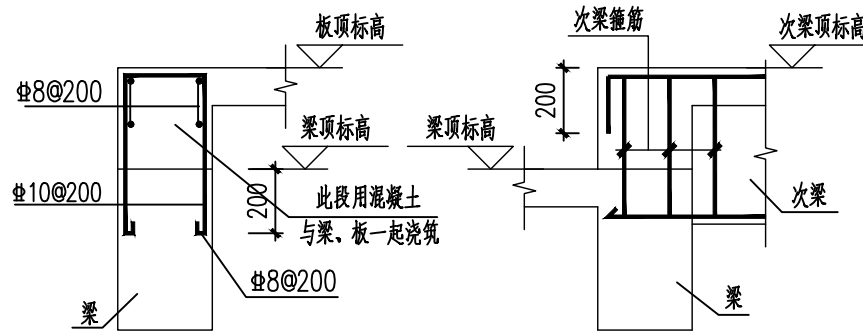

图5
- 7.8当板顶标高或次梁标高高于梁顶标高时，按图5相应做法处理。